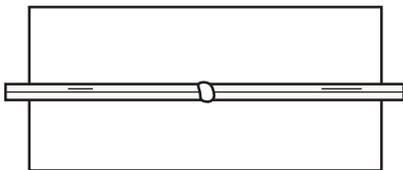

Figura 2
b. Mantenga la separación de las piezas durante el punteado usando cuñas (figura 2).